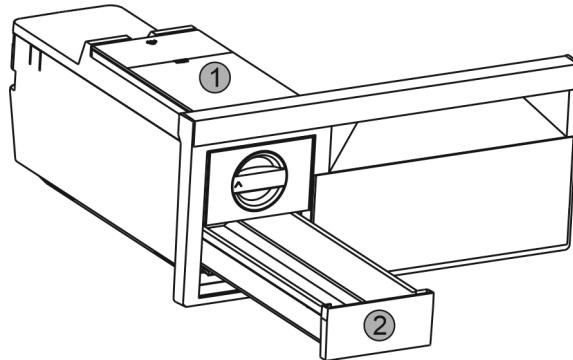

Fig. 35
- Enlever le réservoir d'eau Fig. 35 (1) et le tiroir à glaçons Fig. 35 (2).